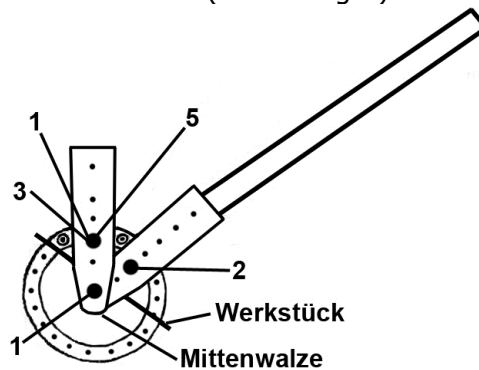

Abbildung 3
- Der Anschlagklotz (3) und die Mittenwalze (1 oder 17) sind durch zwei lange Sicherungsbolzen (1) gesichert. Die Walze fürs Biegen wird durch einen kurzen Sicherungsbolzen (2) fixiert.
- Das Distanzstück (5) dient dazu, dass der Anschlagklotz (3) sich auf der selben Höhe wie die Mittenwalze befindet (Abbildung 3).